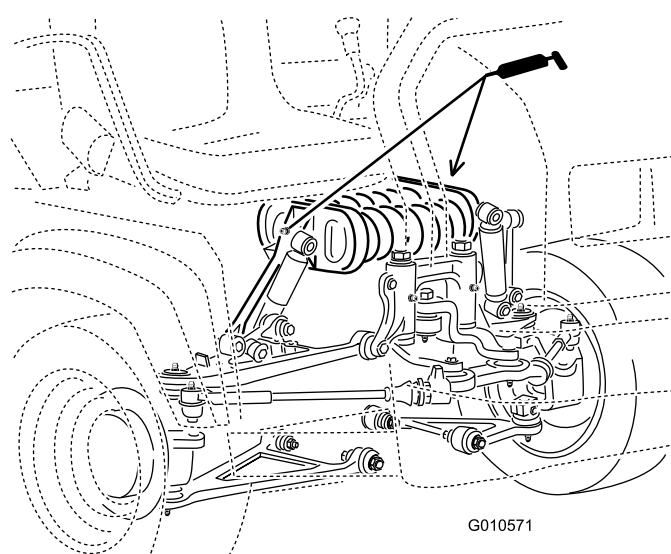

Рисунок 41
- Стойка рессоры(2) (Рисунок 41)